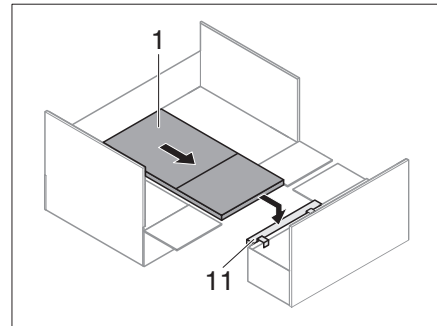

Fig. 233 Table sur le support du coffre de lit
- Accrocher le support du coffre de lit (Fig. 233, 11).
- Déployer la table suspendue (Fig. 233, 1) et la positionner sur le support du coffre de lit accroché (Fig. 233, 11).